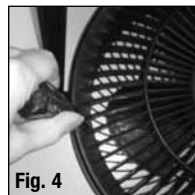

Fig. 4
- Coucher soigneusement le ventilateur sur une table, côté avant contre la table (Fig. 4).